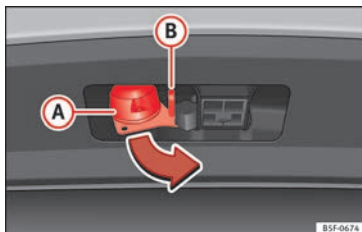

Fig. 237 Girar o conector de 13 polos
- Segure no conector de 13 polos pela zona **A** e retire-o no sentido da seta » Fig. 237.
- Segure no conector de 13 polos pela zona **A** e introduza-o no sentido contrário ao da seta » Fig. 237.
O olhal de segurança **B** » Fig. 237 serve para engatar o cabo de retenção do reboque.